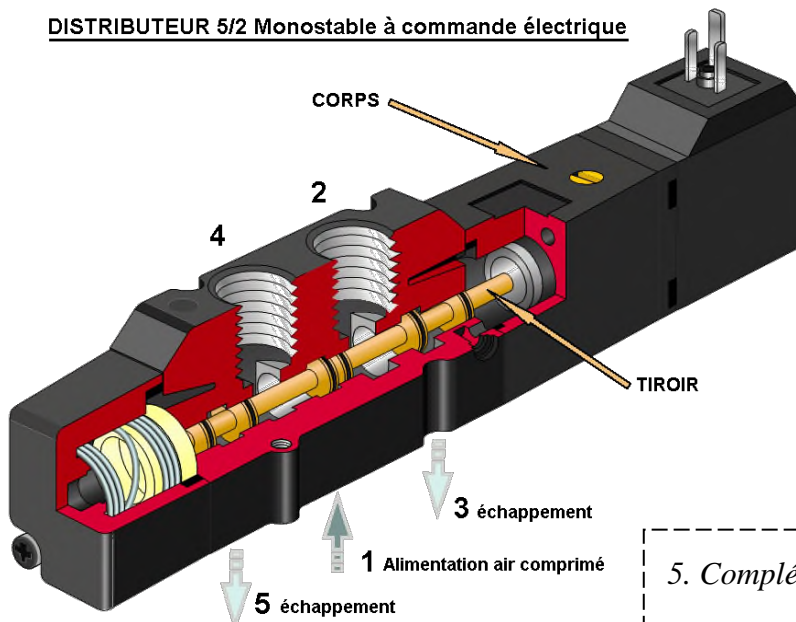

Figure 1
5. Compléter le schéma du distributeur de la **figure 1** :